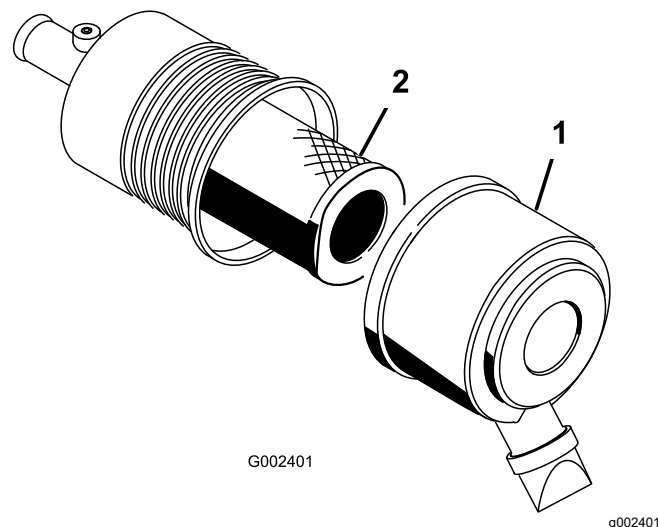

Figura 52
2. Abra los enganches que sujetan la tapa del limpiador de aire a la carcasa del limpiador de aire (Figura 52).
3. Retire la cubierta de la carcasa del limpiador de aire (Figura 52).
5. Retire y cambie el filtro (Figura 52).